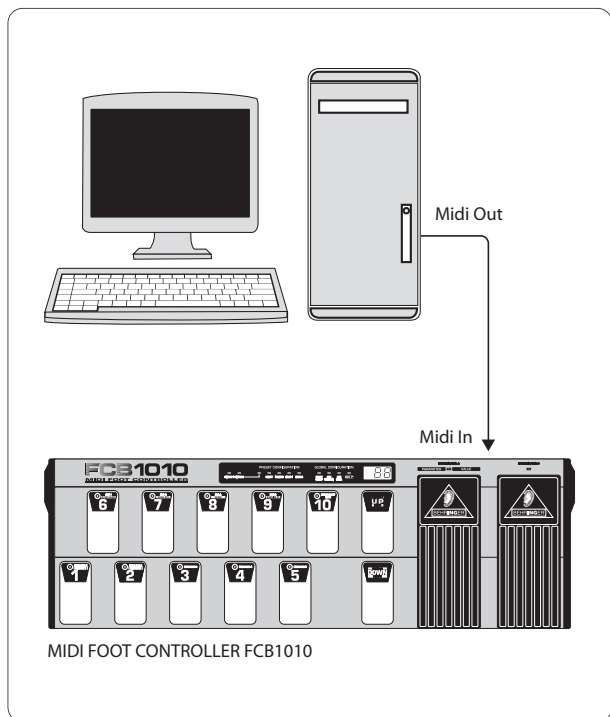

图 2.6 接收系统专用数据
- 将音序器或电脑的 MIDI OUT 接口与 FCB1010 的 MIDI IN 接口相连 (见图 2.6)